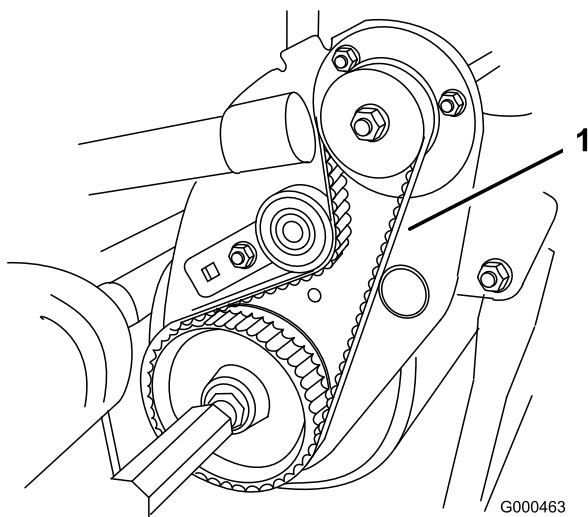

Figura 46
2. Compruebe la tensión presionando la correa (Figura 46) en el punto intermedio entre las poleas con una fuerza de $4 \pm 0,5$ kg. La correa debe desviarse entre 4,8 y 7,9 mm. Si la desviación no es la correcta, continúe con el paso siguiente.